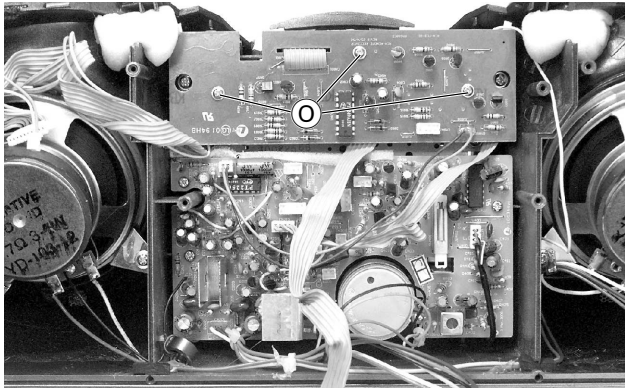

Fig. 16
- 3 Schrauben ① (Fig. 16) herausdrehen und Lautstärkeplatte nach oben klappen (nur bei RR 670 CD).
- Undo the 3 screws ① (Fig. 16) then tilt up the volume control PCB (only with RR 670 CD).
- 3 Schrauben ⑥ (Fig. 16) herausdrehen und Lautstärkeplatte nach oben klappen (nur bei RR 670 CD).
- Undo the 3 screws ⑥ (Fig. 16) then tilt up the volume control PCB (only with RR 670 CD).